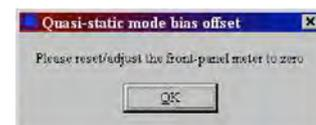

図 6
2. 図 6 のウィンドウが表示されたら、**OK**をクリックする。